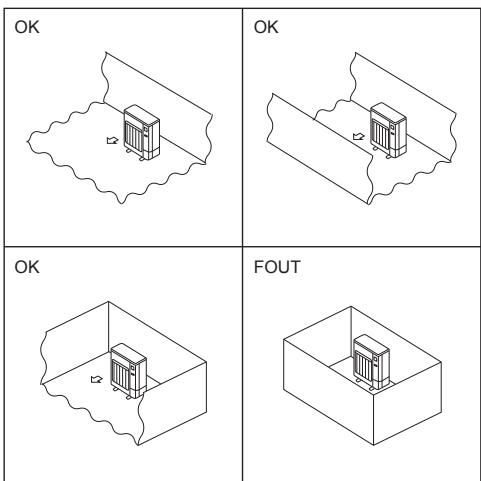

Fig. 2-2
- © Installeer buitenapparaten op een plaats met minimaal een van de vier zijden open en in een ruimte zonder verlagingen die voldoende groot is. (Fig. 2-2)